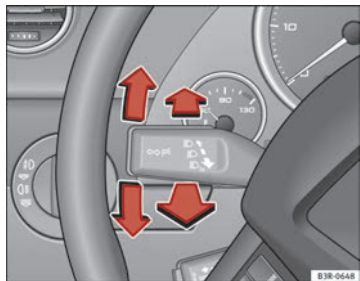

Abb. 91 Blinker- und Fernlichthebel
- Drücken Sie den Hebel bis zum Anschlag nach oben, um rechts zu blinken bzw. nach unten, um links zu blinken ⇒ **Abb. 91**.